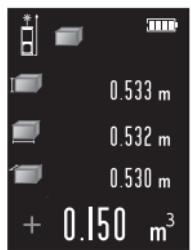

Fig. 5
Step 2 - Premere brevemente il pulsante , e ripetere il movimento di misurazione per ottenere un secondo risultato Fig.5